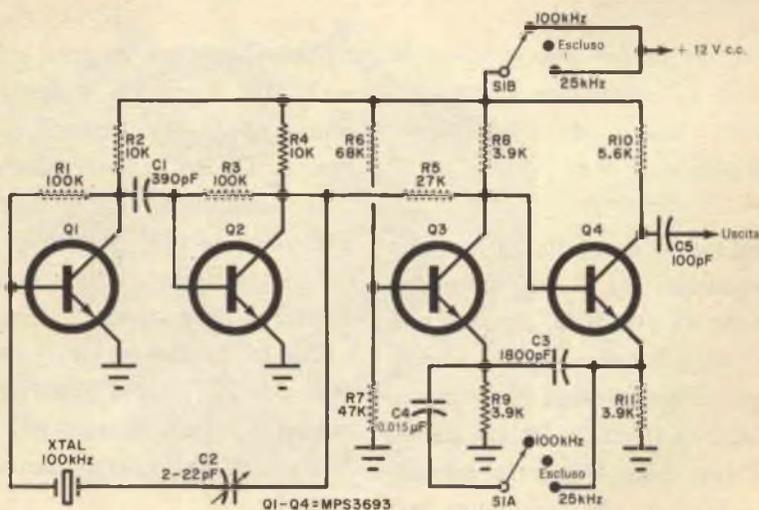

Fig. 1 - I transistori Q1 e Q2 formano, con il cristallo, un oscillatore in serie; Q3 e Q4 costituiscono un multivibratore commutabile su due frequenze.
**Come funziona** - Con riferimento alla fig. 1, i transistori Q1 e Q2, in unione con il cristallo da 100 kHz, costituiscono uno stadio oscillatore in serie. Il compensatore C2 permette di variare la frequenza di funzionamento di circa 50 Hz da un lato e dall'altro della frequenza centrale del cristallo, in modo che l'oscillatore può essere azzerato con precisione mediante battimento con una stazione campione.